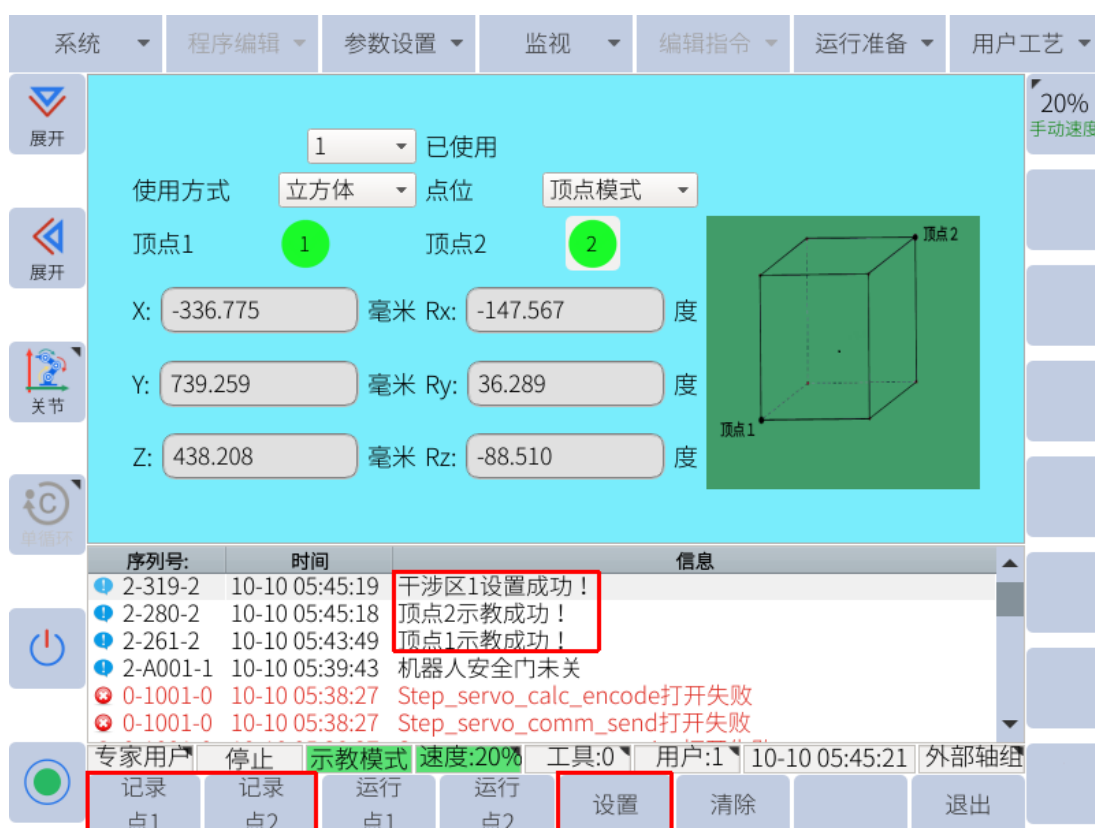

图 6-54：顶点模式
5. 点击子菜单栏的“设置”，干涉区即设置成功，如图 6-54 所示。